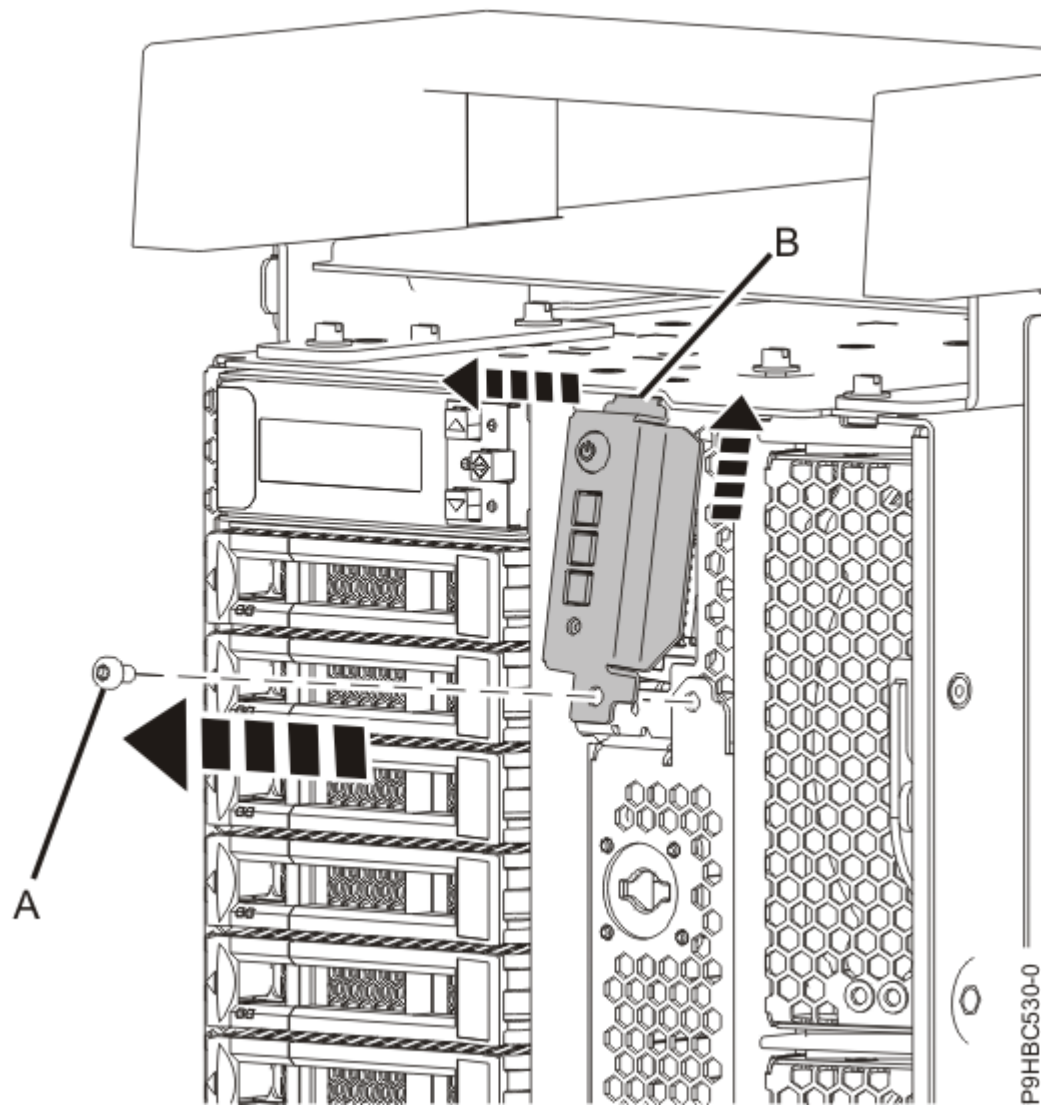

Figure 66. Dévissage du panneau de commande à partir d'un système autonome
- a) Enlevez la vis **(A)** qui maintient le panneau de commande au système, comme illustré à la Figure 66, à la page 71, puis faites pivoter le panneau de commande pour libérer la patte supérieure **(B)**.